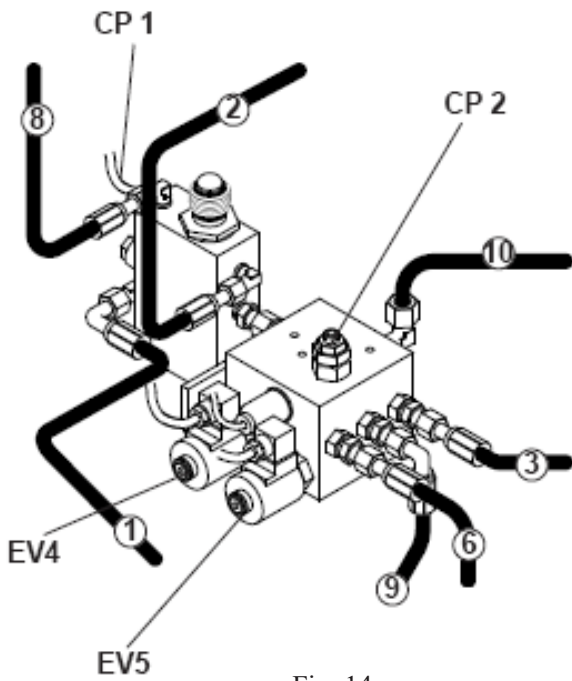

Fig. 14
- Anslut kablarna i styrenheten till magnetventiler **EV4-EV5**, till tryckmätarna **CP1-CP2** (fig. 14).